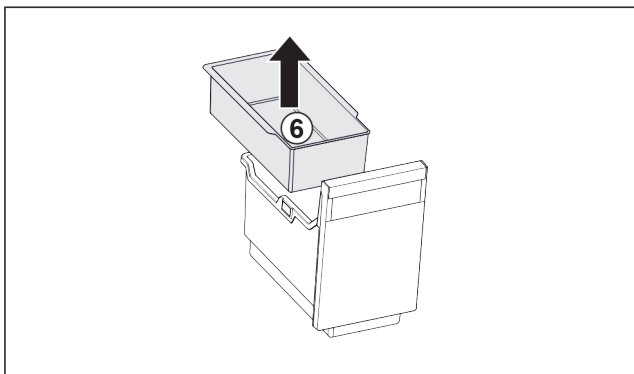

Fig. 100
- ▶ Inhangschaal Fig. 100 (6) verwijderen.